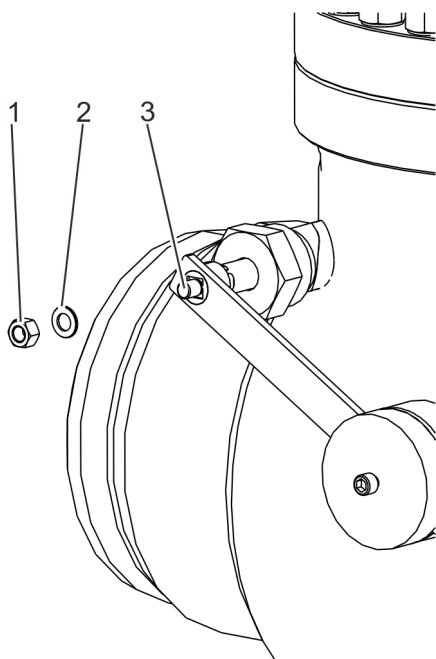

Fig. 45: Fijar el brazo de palanca
- 21.** Fije el brazo de palanca con la arandela (Fig. 45/2) y la tuerca (Fig. 45/1) en el eje de la clapeta (Fig. 45/3).